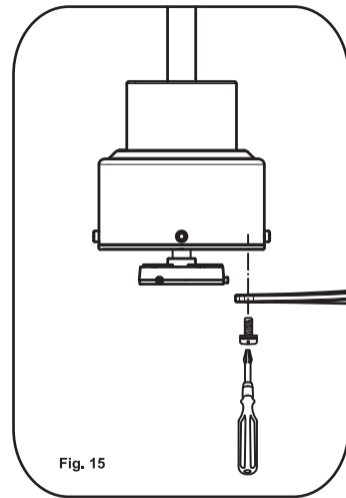

Fig. 15
Paso 1. Instale las aspas apriete con los tornillos suministrados como se muestra en la (Fig.15).